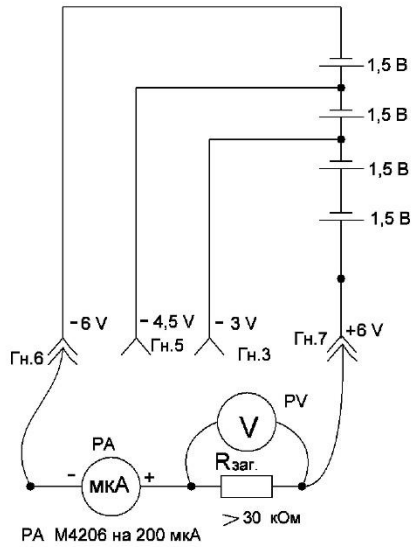

Рис. 2
5. Зробити розрахунок струму через ланку опорів, використовуючи формулу (3).
7. Накреслити схему **рис. 2** і **рис. 3** (заданий варіант)
на **рис. 2**